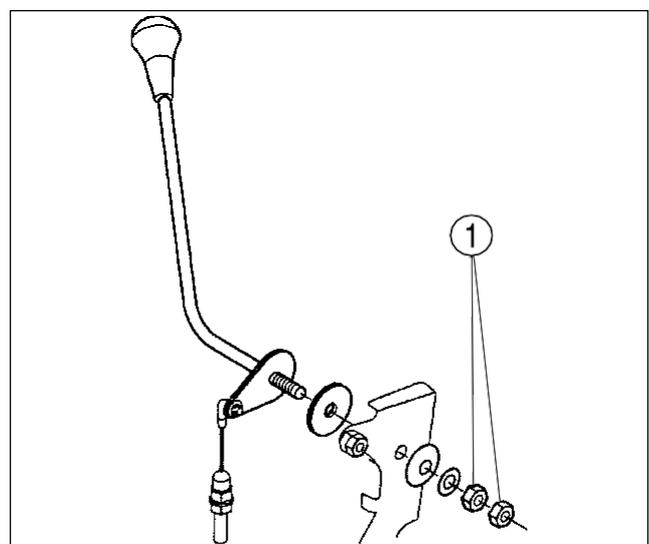

FIG. 120
FIG. 120: La palanca de aceleración debe estar en la posición escogida por el conductor. En un uso normal, la fricción de la palanca disminuye y puede abandonar la posición seleccionada. Gire la tuerca de ajuste (1) si es necesario para mantener la palanca de aceleración en la posición deseada.